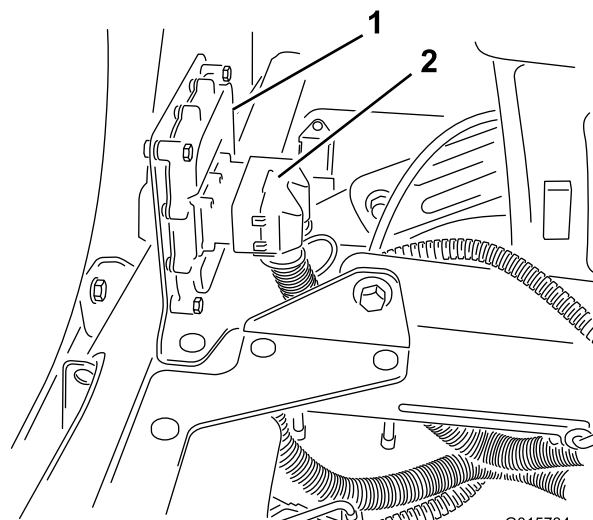

Figura 16
1. Conecte el terminal del arnés de cables al controlador electrónico y apriételo con una llave Allen (Figura 16).